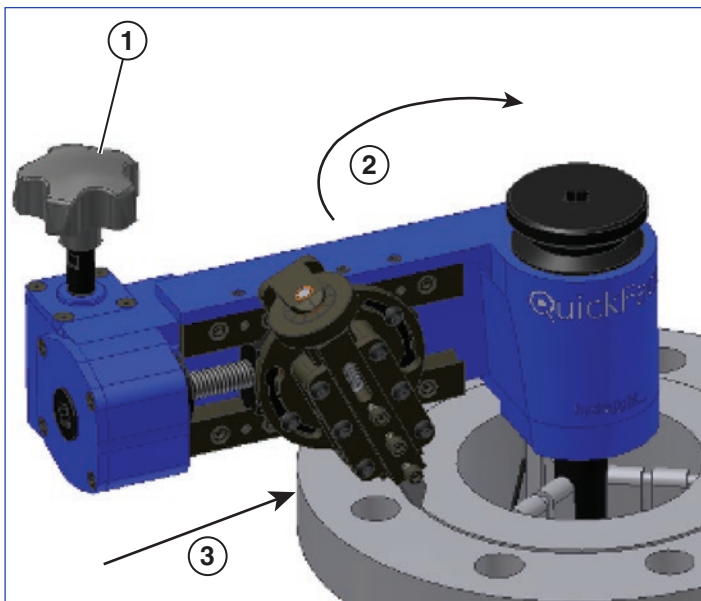

Figure 14
7. Saisir fermement la poignée d'avance dans la paume de la main. En la saisissant fermement, tirer le QuickFace autour de la pièce à travailler dans le sens horaire (*voir figure 14*). S'assurer qu'il n'y a pas de vêtement lâche ou d'autres obstacles sur le chemin de coupe ou dans le périmètre d'action du QuickFace. Si la coupe requiert un couple supérieur à celui souhaité, retirer l'outil rapporté de la coupe au moyen de la poignée de réglage de profondeur. **SI LA MACHINE NE PEUT PAS ÊTRE CONFORTABLEMENT TIRÉE AUTOUR DE LA PIÈCE À TRAVAILLER, ARRÊTER L'OPÉRATION ET RÉAJUSTER LA PROFONDEUR DE COUPE.**